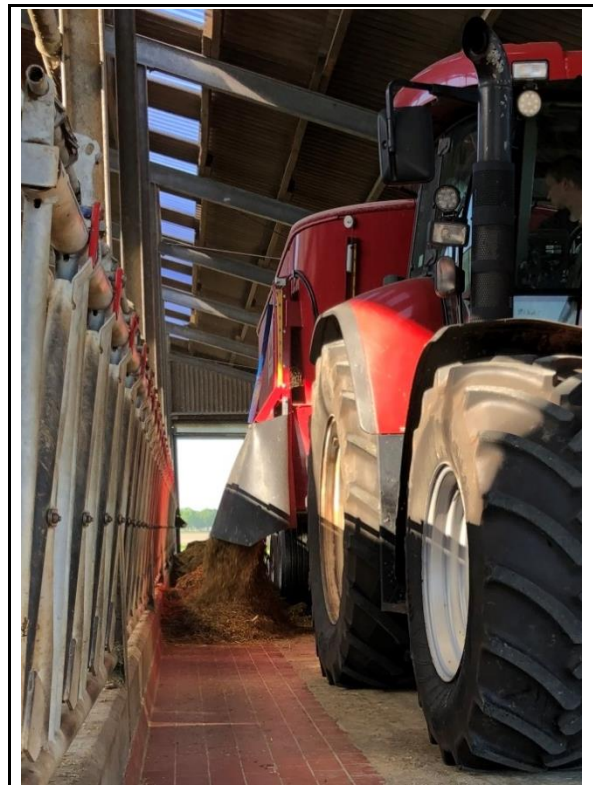

Fig. 35
- direkt über eine seitliche Austrageöffnung, Fig. 35 oder